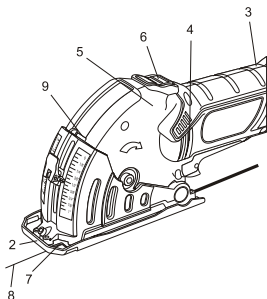

Рис.8
4. Опустите переднюю кромку защитного кожуха (2) на обрабатываемую поверхность (рис. 8).
5. Крепко удерживайте инструмент обеими руками. Правая рука должна находиться на корпусе инструмента (3). Не загромождайте рукой вентиляционные отверстия моторного бока (4). Левая рука должна быть расположена на фронтальной части инструмента (5) таким образом, чтобы с помощью большого пальца можно было нажать кнопку разблокировки защитного кожуха (6).
6. Совместите фронтальный указатель линии реза (7) с линией, начерченной на поверхности обрабатываемого изделия (8).